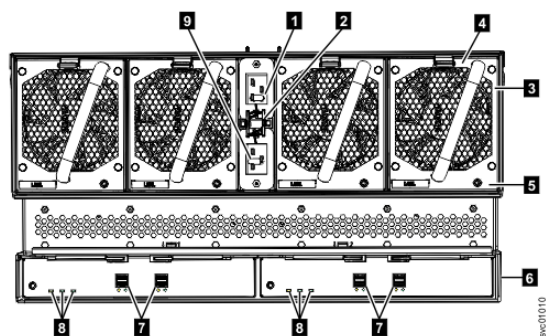
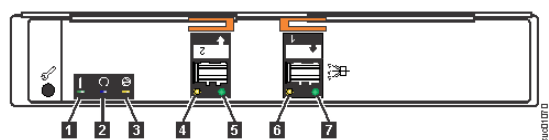

Figura 146. LEDs na parte traseira do gabinete de expansão
Figura 147. LEDs na parte traseira da caixa de expansão
O Tabela 19 na página 128 explica a função e o status que é indicado por cada um dos LEDs. Os cabos de energia de cada PSU estão acessíveis na parte traseira do gabinete de expansão (1), conforme mostrado em Figura 146 na página 130.
O Figura 146 na página 130 mostra a vista posterior de um gabinete de expansão do 2145-92F . Os LEDs na parte traseira do gabinete fornecem informações sobre cada módulo de ventilador, cada caixa de expansão e links SAS.
O gabinete de expansão possui quatro ventiladores. Cada ventilador possui um LED; por exemplo, Figura 146 na página 130 mostra o local do LED (5) para o ventilador de número quatro. Quando um ventilador estiver operando normalmente, o LED não se acende. Se uma falha for detectada, o LED âmbar se acende.
Conforme mostrado em Figura 146 na página 130, o gabinete de expansão contém duas caixas de expansão. Cada caixa de expansão contém seu próprio conjunto de LEDs, conforme mostrado em Figura 147 na página 130. Os LEDs fornecem informações de status sobre a caixa de expansão em si e as conexões SAS.